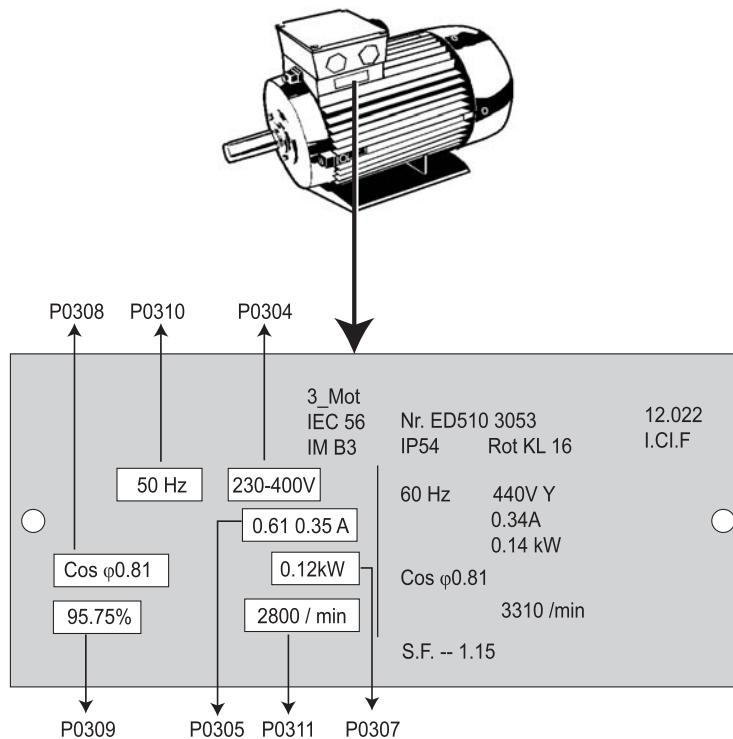

Рис. 3-5 Пример таблички с номинальными данными двигателя
3. Инвертор программируется под стандартное применение на четырехполюсных двигателях, которые имеют такую же номинальную мощность как и инвертор. При использовании других двигателей необходимо ввести номинальные данные двигателя. Смотри рис. 3-5 для уточнения, как следует читать данные двигателя